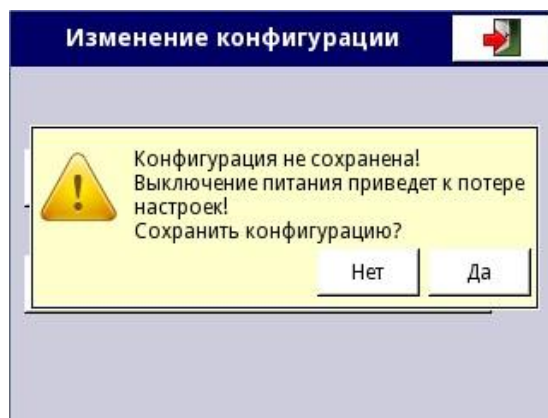

Рисунок 2.41
2.12.6. Пользователь может нажать кнопку  еще раз. В этом случае на экране появится предупреждающее сообщение (см. рисунок 2.41), и пользователь должен будет выбрать, сохранить новую конфигурацию или перейти на главный экран с активной, но несохраненной конфигурацией. Если будет выбран второй вариант, РМТ 29 будет хранить новую конфигурацию в памяти, а пользователь сможет проверить в реальности, дали ли изменения желаемый эффект. Эта процедура может повторяться любое число раз, пока новая конфигурация не будет сохранена или пользователь не вернется к старому варианту.